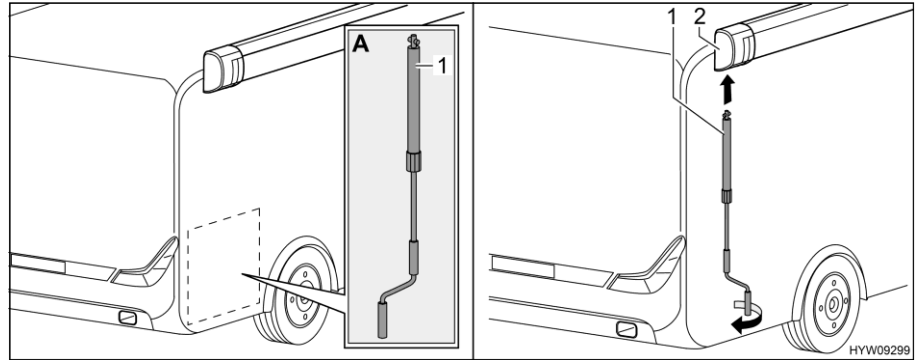

Bild 29 Kurbel anbringen
- Kurbel (Bild 29,1) aus Heckgarage nehmen (Bild 29,A).
- Kurbel in Bajonettfassung (Bild 29,2) der Markise stecken.